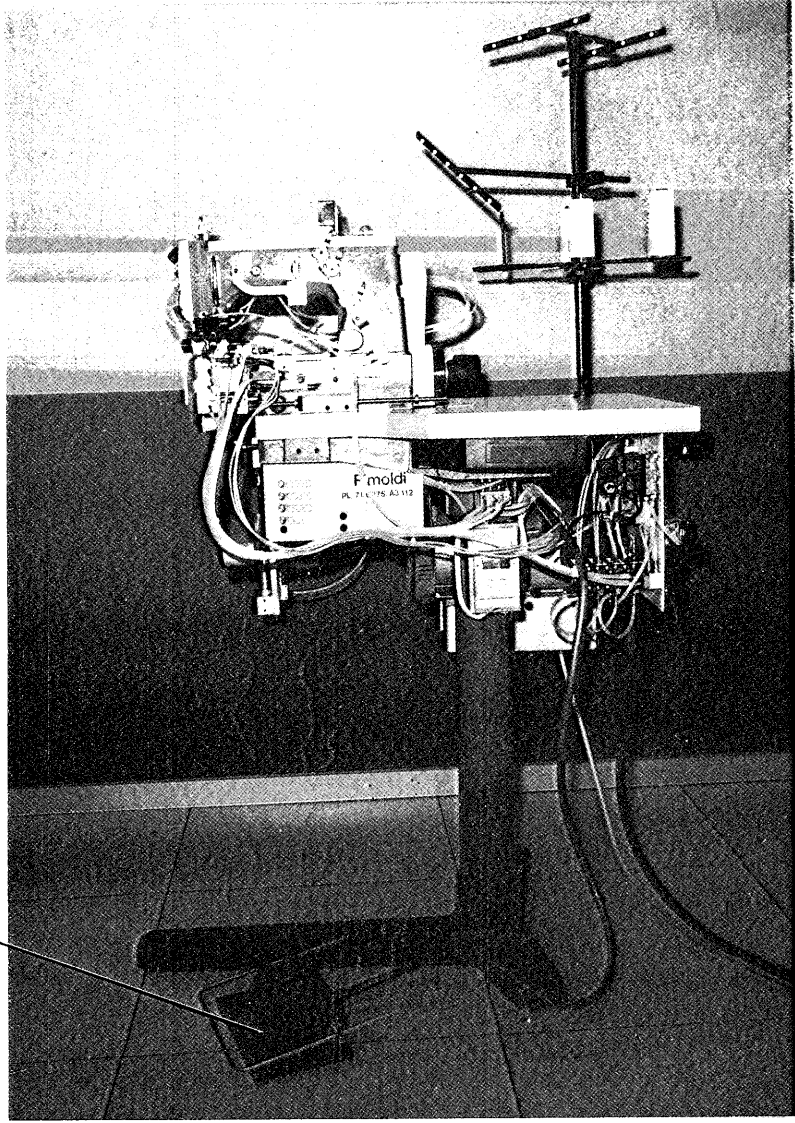
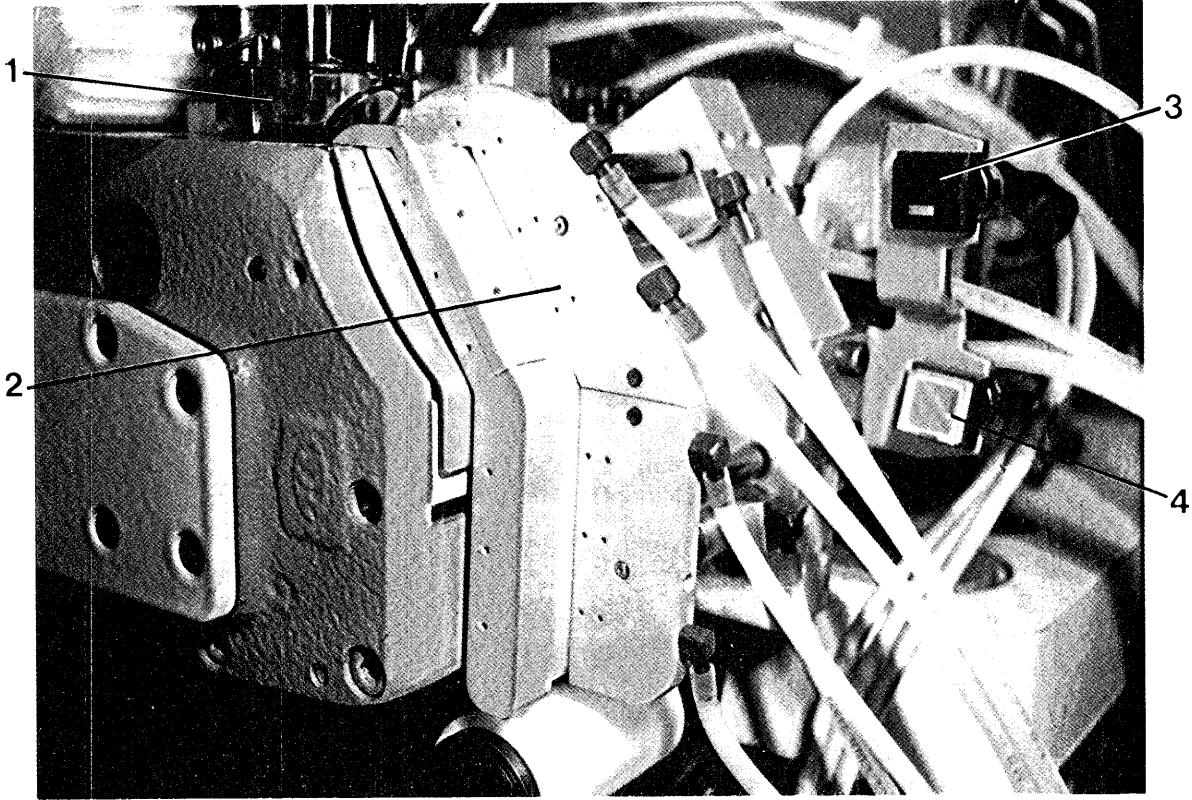
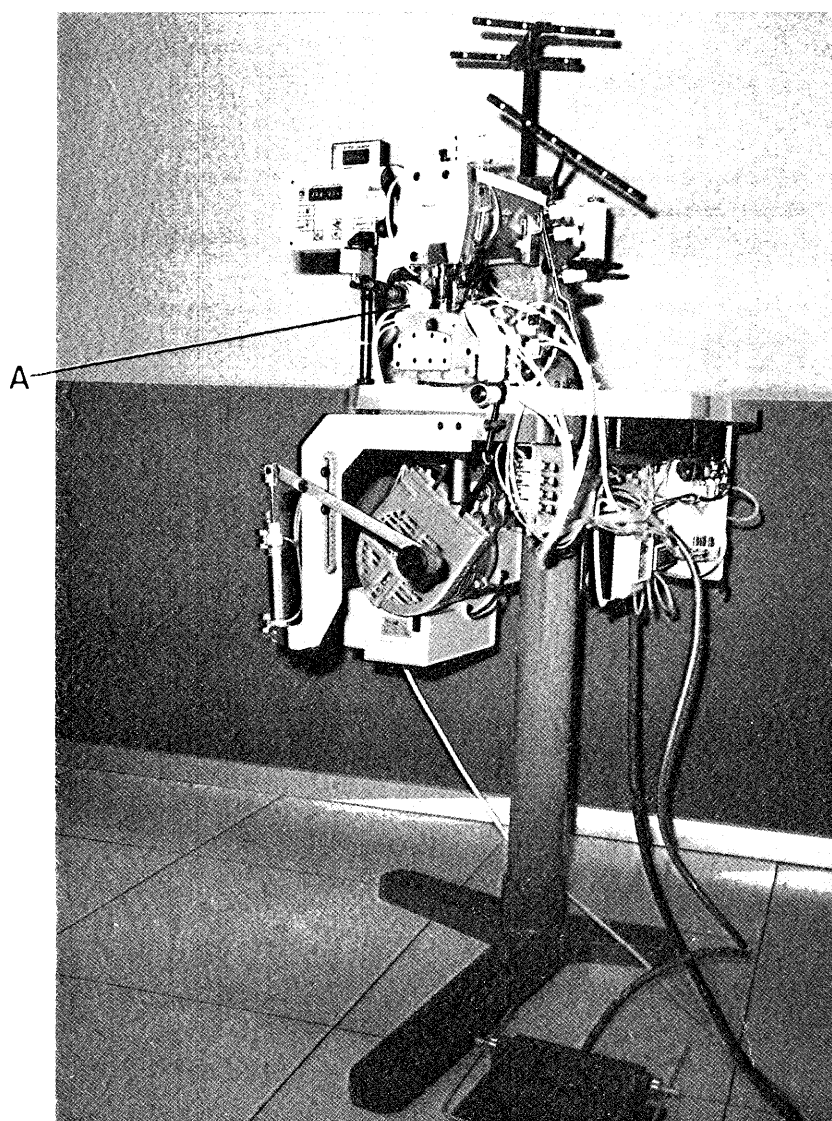

Fig. 1
Fig. 2
Fig. 6
- 9) Presser la pédale A (Fig. 1) ou bien presser à la main le poussoir 4 (Fig. 2): le pied presseur et le rouleau transporteur arrière 1 (Fig. 6) se baisseront en même temps.
PL71-6275/A1-112 (Abb. 1)
- 1) Das Nähgut provisorisch unter den Presserfuss 1 und in die Führung 2 (Abb. 2) setzen.
- 2) Druckknopf 3 (Abb. 2) drücken (rotes Led). Die rechte Führungsleiste zur linken einstellen, bis eine Rinne in der Breite des durchzuführenden Saumes gebildet wird.
- 9) Das Fusspedal A (Abb. 1) oder manuell den Druckknopf 4 (Abb. 2) betätigen: gleichzeitig werden Presserfuss und der hintere Transportwalzen 1 (Abb. 6) herab gesetzt.
- 1) Druckknopf 3 (Abb. 2) drücken und die rechte Führungsleiste zur linken annähern, bis eine Rinne in der Breite des durchzuführenden Saumes im Bund gebildet wird.